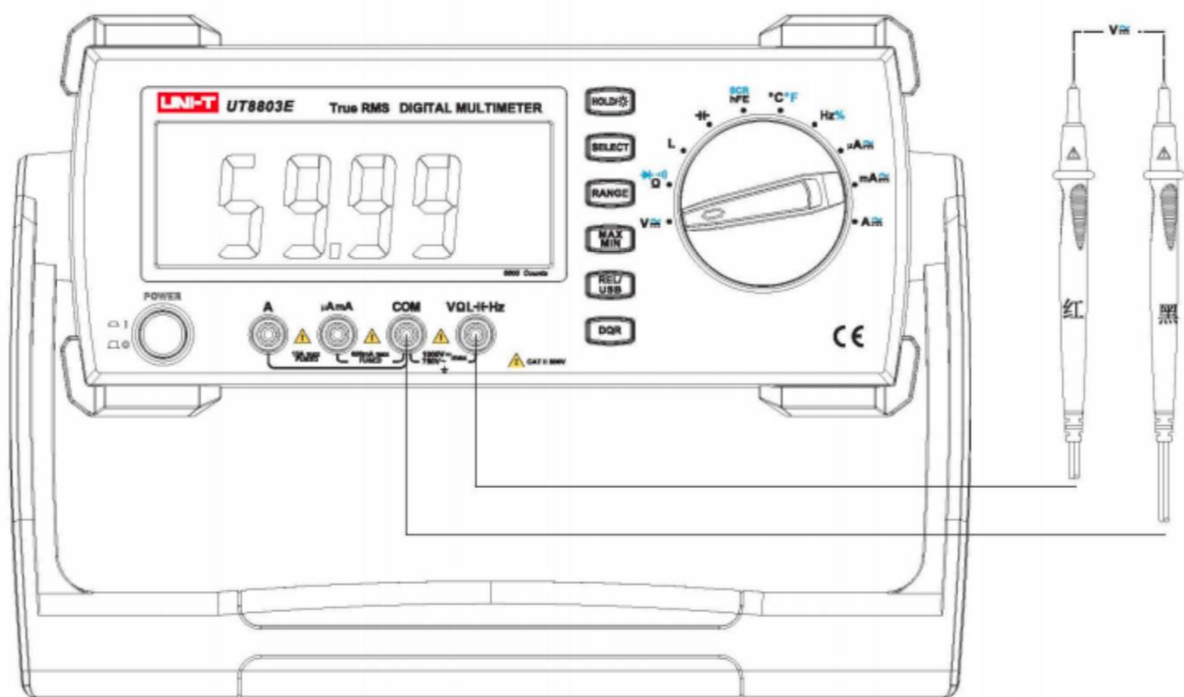

Abbildung 2
2. Messung der Wechselspannung (siehe Abbildung 2)
- Stellen Sie den Drehknopf auf die Position , und drücken Sie die Taste , um in den Widerstandsmessmodus zu gelangen (Abbildung 2). Schließen Sie die Prüflleitungen parallel an die Last an.
- b) Stellen Sie den Drehknopf auf  Position drücken Sie die Taste , um in den Diodenmessmodus zu gelangen (Abbildung 2). Schließen Sie die Prüflleitungen parallel an die Last an.